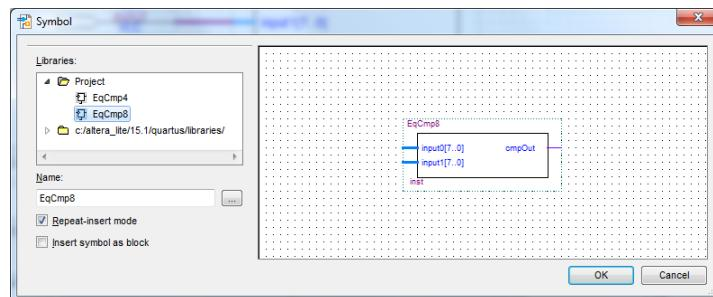
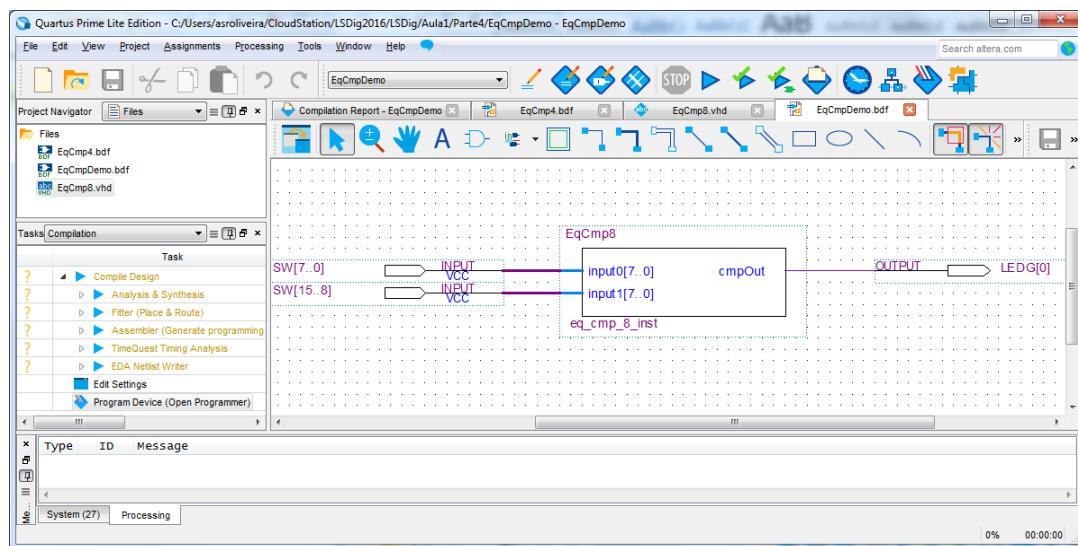

Figura 67 – Instanciação num diagrama esquemático do módulo “EqCmp8”.
Figura 68 – Interligação do módulo “EqCmp8” e dos portos de entrada e de saída e identificação dos diversos elementos do circuito no módulo “EqCmpDemo”.
- 11.** Troque no ficheiro *top-level* “EqCmpDemo” a instanciação do módulo “EqCmp4” pelo módulo “EqCmp8” (Figura 67) e ligue-o tal como ilustrado na Figura 68.